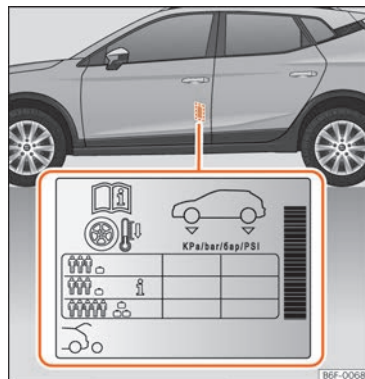

Fig. 190 Ubicació de l'adhesiu de la pressió d'inflament dels pneumàtics.
- Adapteu la pressió dels pneumàtics a la càrrega que porta el vehicle »» fig. 190.
Els valors de la pressió d'inflament s'indiquen a l'etiqueta adhesiva situada a la zona posterior del marc de la porta davantera esquerra »» fig. 190.
La pressió dels pneumàtics s'ha d'adaptar a la càrrega actual del vehicle. Si el vehicle anirà carregat al màxim, heu d'augmentar la pressió d'inflament al valor màxim de càrrega indicat a l'etiqueta adhesiva »» fig. 190.
En el cas d'una roda d'emergència minimitzada (125/70 R16 o 125/70 R18), infla-la a 4,2 bar de pressió segons s'indica a l'etiqueta de pressió dels pneumàtics »» fig. 190.
En funció del vehicle, es pot adaptar la pressió d'inflament dels pneumàtics a mitja càrrega per augmentar el confort de marxa (pressió d'inflament **i** »» fig. 190). Quan se circula amb la pressió d'inflament de confort, es pot incrementar lleugerament el consum de combustible.
- **El conductor és responsable que tots els pneumàtics del vehicle estiguin inflats a la pressió correcta. La pressió d'inflament recomanada s'indica en un adhesiu »» fig. 190.**
- Amb els pneumàtics en fred, s'ha de mantenir sempre la pressió indicada a l'adhesiu »» fig. 190.